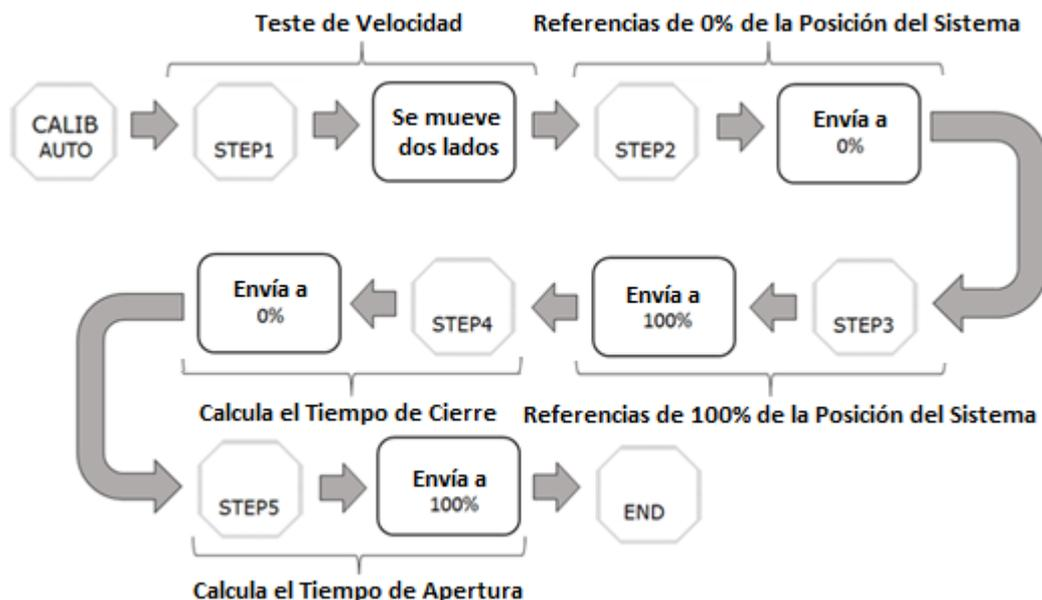

Figura 3.11 – Diagrama de pasos de la calibración automática de posición.
**Trim** - En este directorio se puede ajustar el sensor de posición (calibración de los puntos inferior y superior del usuario), las corrientes de entrada y de salida (4 mA y 20 mA) y los sensores de temperatura y presiones de entrada y salidas (cuando disponibles). La figura 3.11 muestra la conexión del multímetro con el posicionador para el trim de corriente de salida. Vea más detalles en el ítem 3.8, a continuación.
Calcula también los tiempos de apertura (0% a 100%) y cierre (100% a 0%) con el máximo rendimiento del actuador (de acuerdo con la presión de alimentación aplicada). La figura 3.11 indica los pasos de este procedimiento.